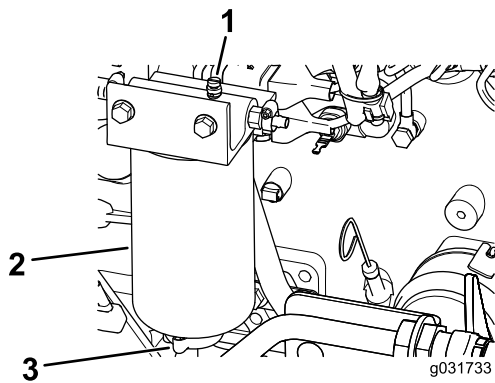

Figura 95
2. Liberte a válvula de escoamento que se encontra na zona inferior do filtro (Figura 95).
2. Drene algum combustível ao desapertar o tampão de ventilação e abra a válvula de drenagem (Figura 95).